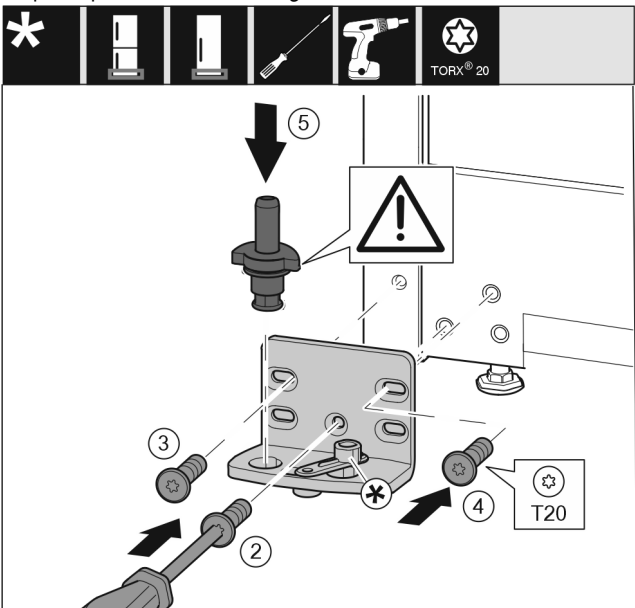

Fig. 14
- ▶ Vendosni bazamentin mbështetës në anën tjetër dhe mbërthejeni me ndihmën e një kaçavide T20. Filloni me vidën 2 poshtë në mes. Fig. 14 (2)
- ▶ Mbërtheni fort vidën 3 dhe 4. Fig. 14 (3,4)
- ▶ Vndosni komplet në vend bazamentin mbështetës. Këtu bëni kujdes që gungat e kapjes të jetë të kthyer nga poshtë. Fig. 14 (5)